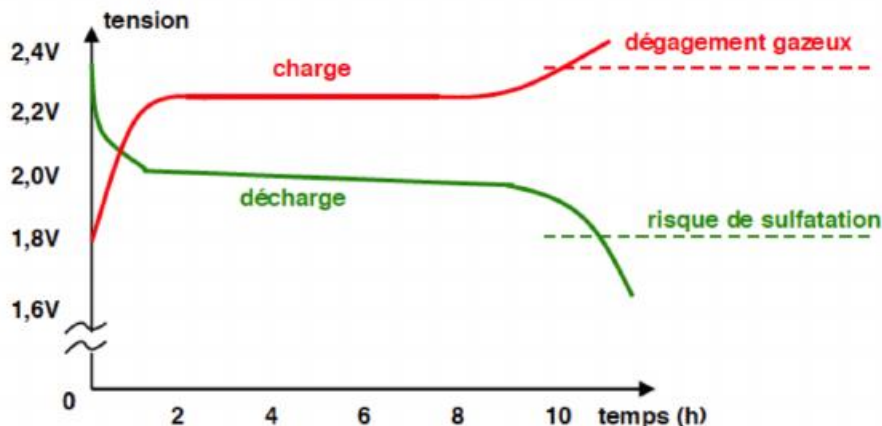

FIGURE 3 – Courbes de charge et décharge typiques d'un élément au plomb
La figure 3 représente l'évolution de la tension entre les électrodes en fonction du temps, lors d'un processus de charge. Lors de la charge, il y a formation d'acide sulfurique. Il est possible de suivre l'évolution du processus, soit par la teneur en acide dans l'électrolyte, soit par la conductivité de l'électrolyte (qui croît avec la teneur en acide), soit par la ddp entre les électrodes. En fin de processus, la ddp croît et passe de 2,2 V environ à 2,6 V. La réaction chimique de charge correspond à une dismutation.
12. La figure 3 mentionne des dégagements gazeux intervenant aux électrodes lorsque la tension de charge dépasse la valeur 2,4 V. De quelles réactions s'agit-il ?